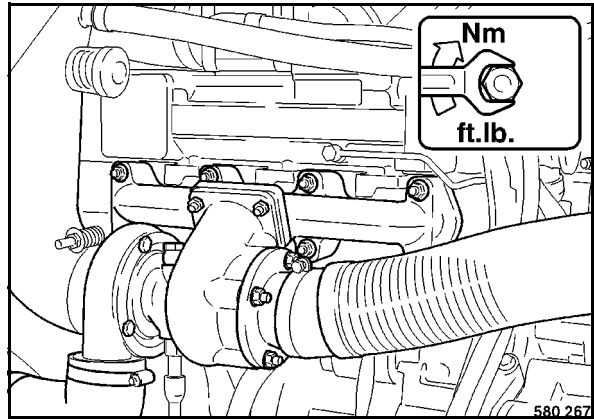

fig. 133
- Resserrer les vis de fixation des tubulures d'admission et d'échappement (fig. 133) aux têtes de culasse.